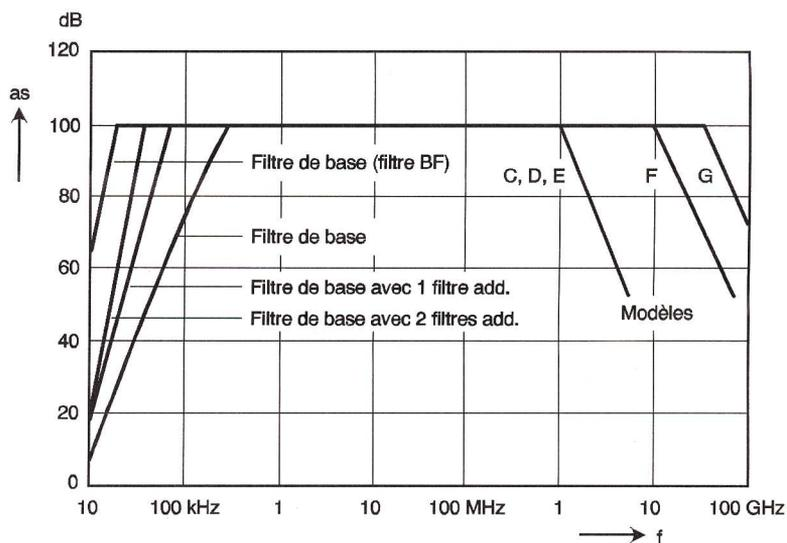

Fig 5
- Avec 3 cellules en série : 100 dB de 20 kHz à 10 ou 50 GHz (figure 5)